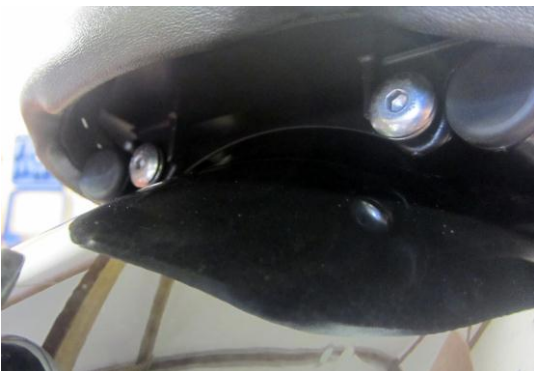

Abbildung 1
- Lösen Sie die zwei 6mm Schrauben hinten, um den Sitz zu entfernen (Abbildung 1).